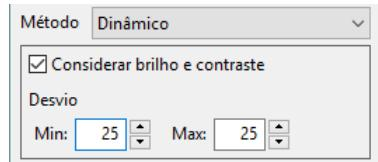

Figura 6.27: Ajuste de parâmetros para o método dinâmico.
- **Dinâmico:** Esse método captura o valor do pixel que foi clicado, levando em consideração o desvio para baixo (min) e desvio para cima (max). A opção **Considerar o brilho e contraste** é ativada por padrão, essa opção permite levar em consideração os valores de níveis de cinza que são exibidos e/ou ajustados na opção brilho e contraste. Ao desativar essa opção será levado em consideração os valores de cinza gravados na imagem (figura 6.27).